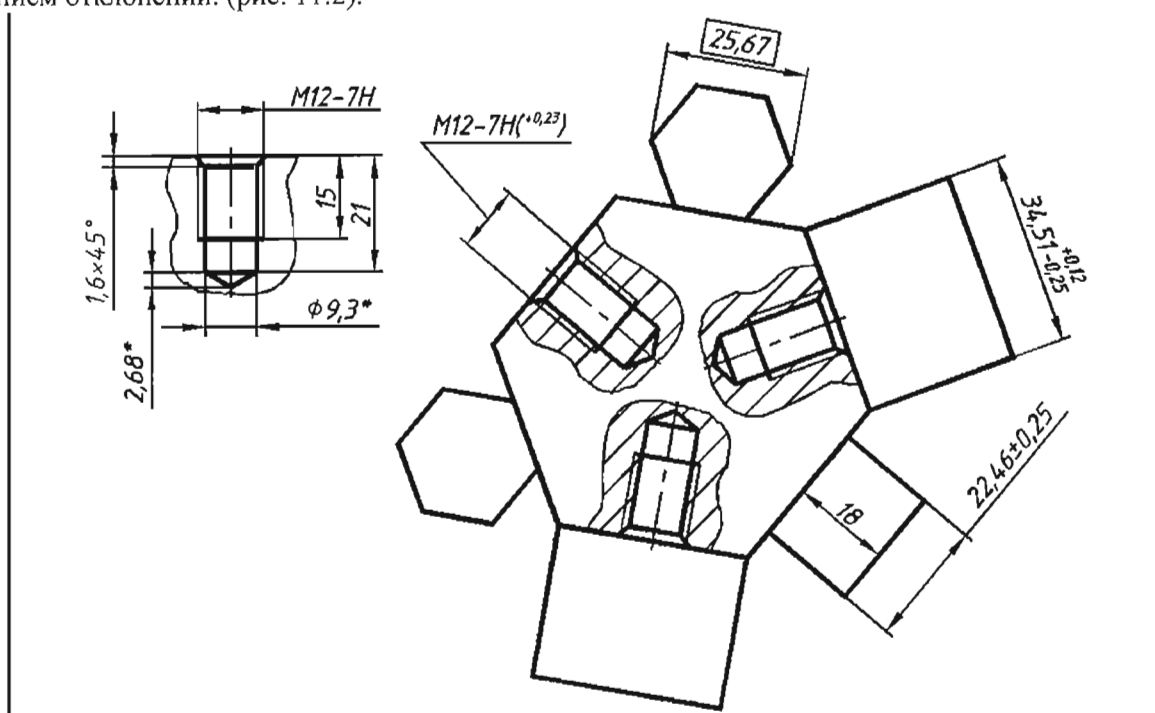

Рис. 11.2. Чертеж фигуры ко второму заданию
11.2.2. Начертить фигуру. При построении применить команду **ALIGN**. Проставить размеры с указанием отклонений. (рис. 11.2).
По приведенной выше схеме выровняйте второй шестиугольник и один из прямоугольников (см. рис. 11.2). Остальные прямоугольники следует выровнять с масштабированием (как головки винтов в первом задании).